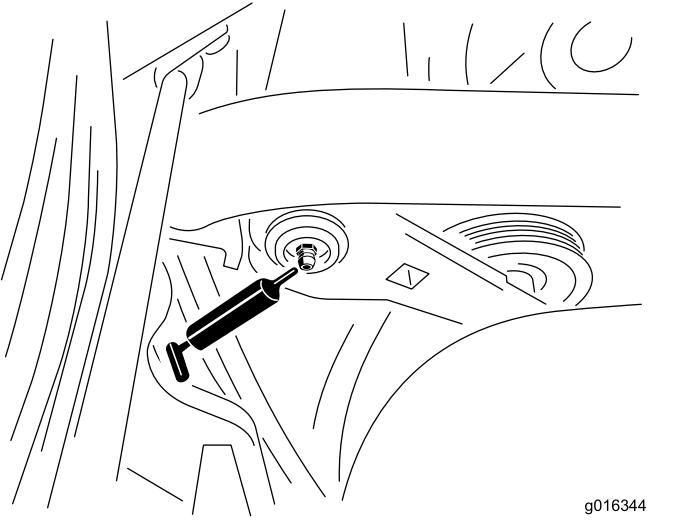

Bild 43
1. Wischen Sie die Schmiernippel ab, um das Eindringen von Fremdkörpern in die Lager und Büchsen zu vermeiden (Bild 43).